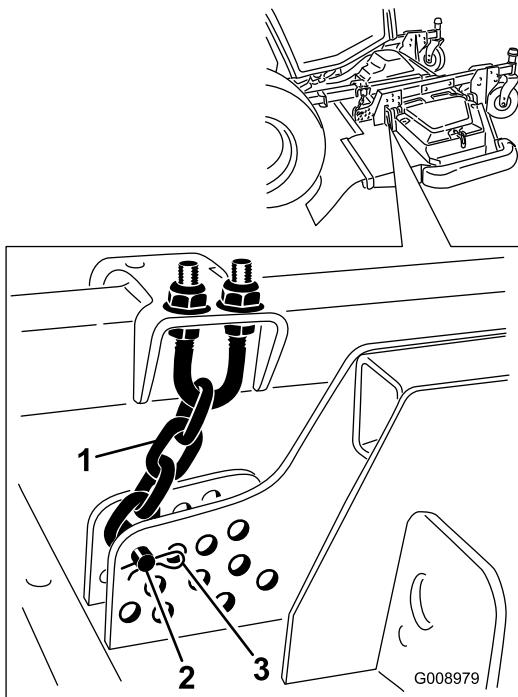

Bild 24
5. Entfernen Sie den Splint und den Lastösenbolzen, mit denen die Schnitthöhenkette an der Rückseite des Mähwerks befestigt ist (Bild 24).